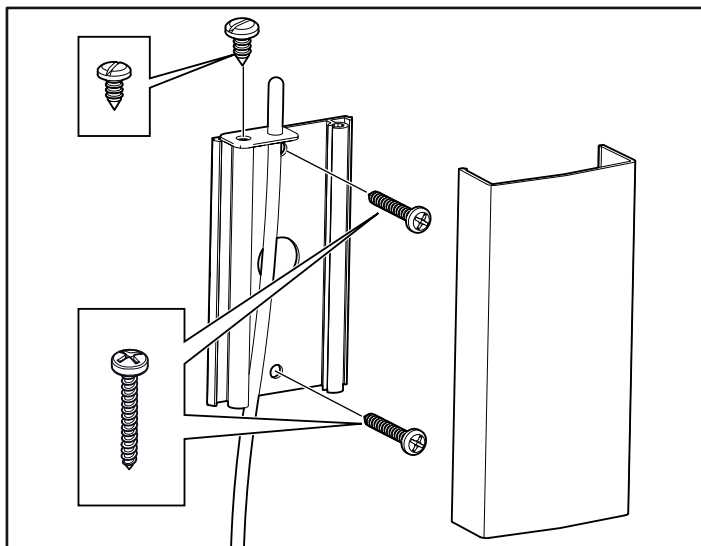
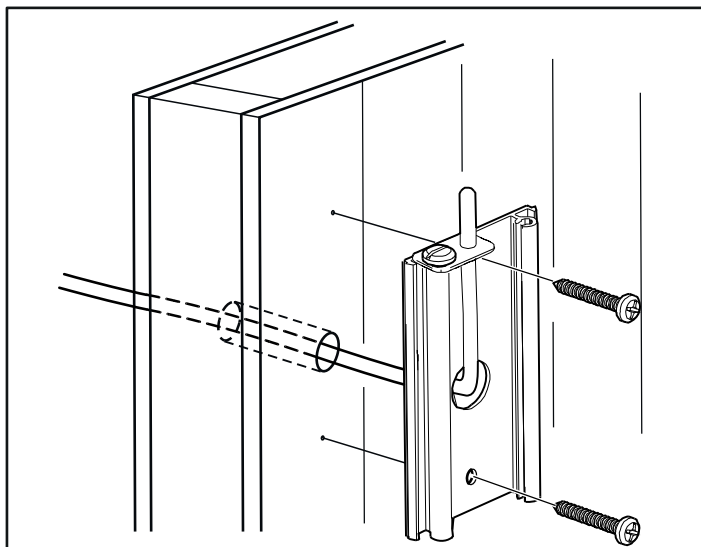

Abbildung 15: Montage des Sensors
Abbildung 16: Kabelführung durch die Wand.
13. Montieren Sie den Sensor an der Wand (siehe Abb. 15). Das Thermistorkabel kann ebenfalls durch die Wand geführt werden. Dichten Sie hinter dem Sensor befindliche Löcher in der Wand ab (siehe Abbildung 16 auf Seite 22). Außerhalb der Sauna kann das Thermistorkabel mit einem Niederspannungskabel (2-adrig) verlängert werden.